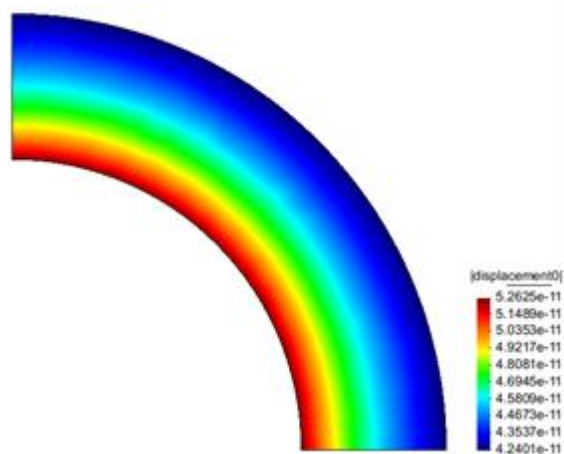

图 2-20
- 1) 点击菜单【结果显示】-【云图】-【displacement0】-【displacement0】显示沿整体位移云图，如图 2-20 所示。